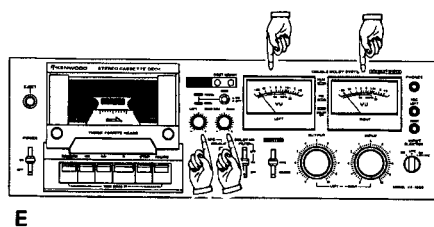

Fig. 10
Ontgrendel de pauzetoets. (Fig. 10-D)
2. Ladda med en kassett för inspelning. (Fig. 10-A)
3. Ställ bias- och equalizer-omkopplarna (TAPE BIAS, TAPE EQUALIZER) i läge för den bandtyp som används. (Se sid 25.) Tryck ner inspelningsreglaget (RECORD) och avspelningsreglaget (▶) samtidigt. Tryck snabbt ned pausreglaget (PAUSE). Sätt monitoromkopplaren (MONITOR) i läge TAPE. (Fig. 10-B)
4. Ställ bias-rattarna (BIAS ADJ) i mittläge. Ställ utnivåratten (OUTPUT) i max läge och låt den stå kvar i detta läge under bias-inställningen. (Fig. 10-C)
5. Tryck in oscillatoromkopplaren (OSC). Då aktiveras signalerna 400 Hz och 10 kHz. Tonerna kan höras i högtalarna eller i hörtelefonen för enklare justering. Frigör pausreglaget (PAUSE). (Fig. 10-D)
6. Lorsque la lampe verte de contrôle du signal d'essai est allumée, c'est le signal à 400 Hz qui est enregistré. Lorsque la lampe rouge est allumée, c'est le signal à 10 kHz. Réglez le bouton BIAS ADJUSTER de façon que les niveaux de lecture du 400 Hz et 10 kHz soient équivalents (environ 0 au "VU-Mètre"). (Fig. 10-E)
6. Beim Aufleuchten der grünen Kontrollampe (TEST TONE) wird das 400 Hz-Pilotsignal, beim Aufleuchten der roten Kontrollampe das 10 kHz-Pilotsignal aufgezeichnet. Die Regler BIAS ADJ so einstellen, daß die VU-Meter bei beiden Pilotsignalen eine gleiche Anzeige (ca. 0 VU) liefern. (Fig. 10-E)
Stel de BIAS ADJUSTER zodanig in, dat bij weergave van de 400 Hz en 10 kHz signalen dezelfde waarde wordt afgelezen (ongeveer 0 VU). (Fig. 10-E)
Vrid på bias-rattarna (BIAS ADJ) så att båda tonerna får ungefär samma nivå på VU-mätarna (ca 0 VU). (Fig. 10-E)